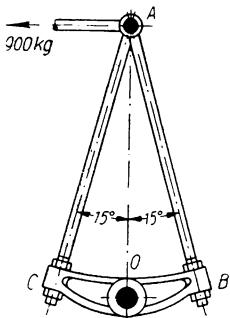

Bild 49
- 171.** Ein Hebel OA , auf die Welle O aufgesetzt, wird durch zwei gespreizte Stangen AB und AC nach Bild 49 gebildet. Welche Kräfte erzeugt die am Hebelkopf A angreifende Betriebskraft 900 kg in den beiden Stangen?